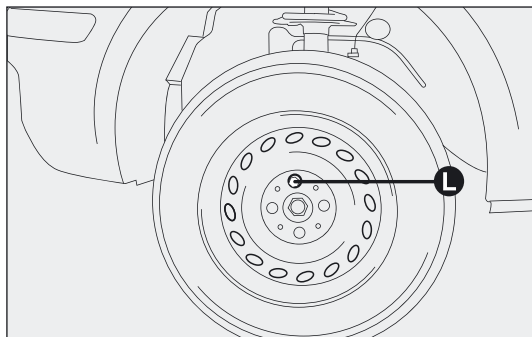

fig. 154
- ☐ bij uitvoeringen met een wieldeksel moet het wieldeksel worden verwijderd na het losdraaien van de 3 wielbouten. Draai vervolgens de vierde wielbout L-fig. 154 los en trek het wiel los;